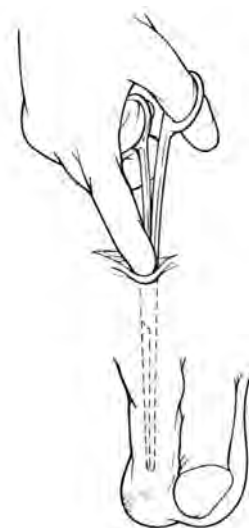

Figure 4-10. Créer une poche
18. Procéder à une dissection franche de sorte à créer une poche sous-dartos dans le scrotum. **(Figure 4-10)**